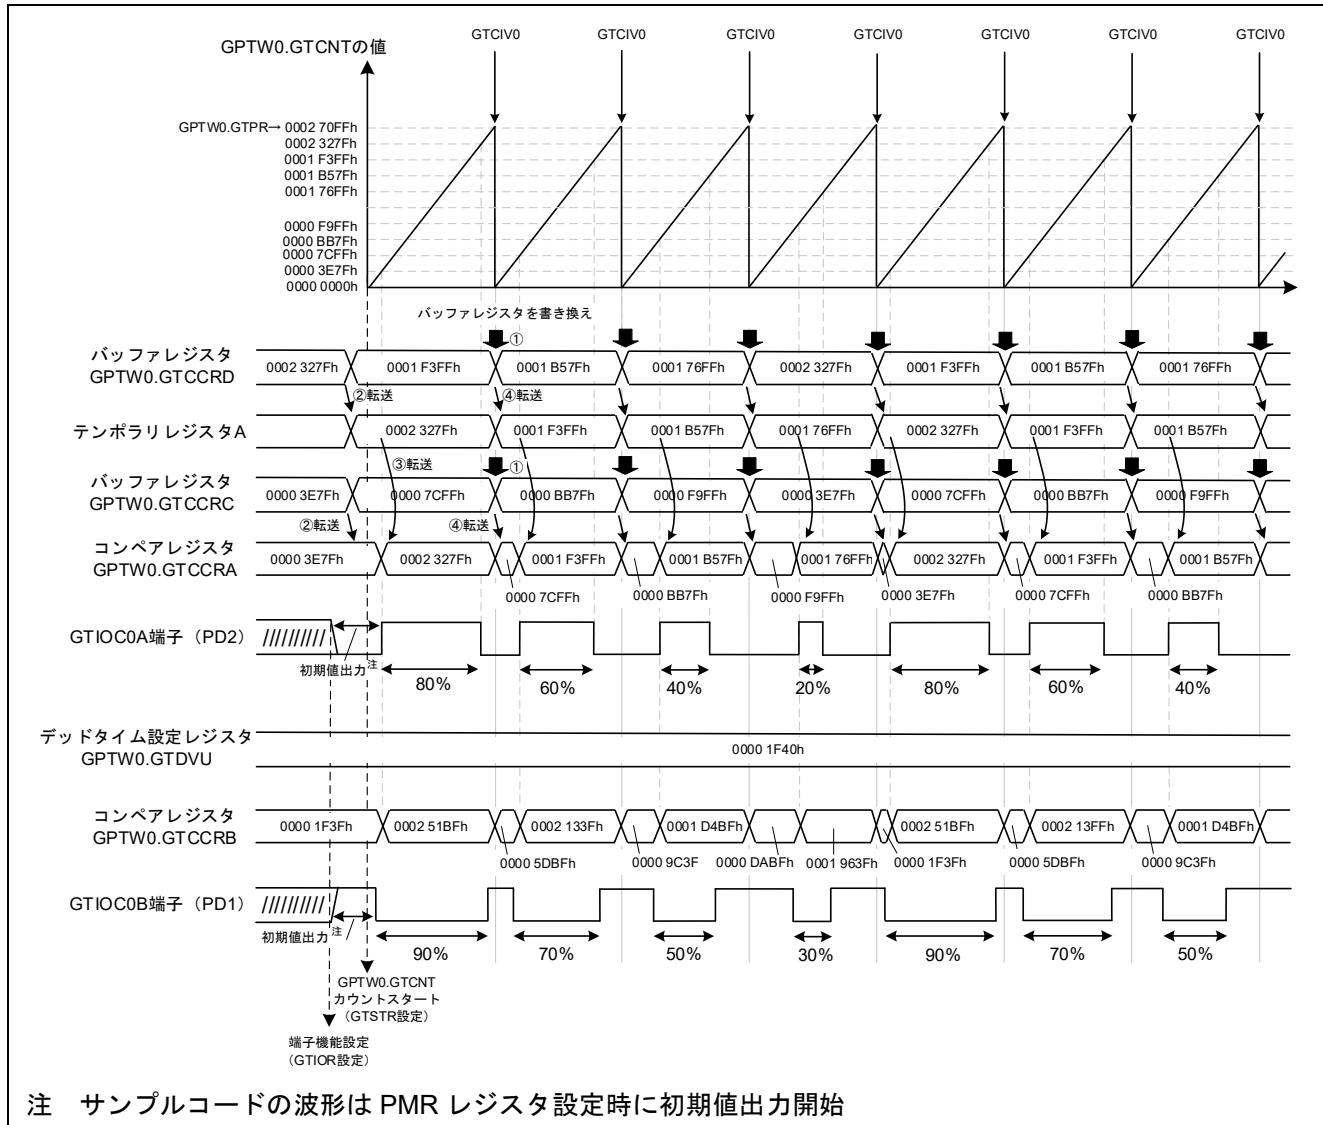

図 4-16 サンプルコードの動作
- デューティの変更タイミングの詳細は図 4-16 を参照
本サンプルコードの動作を図 4-16 に示します。周期ごとにデューティの設定を変更するため、GTCNT カウンタのオーバフロー割り込み (GTCIV0) でバッファレジスタ GTCCRC、GTCCRD の値を書き換えています (図 4-16 ①)。
本サンプルコードでは、スマート・コンフィグレータを使用し生成したコードのバッファレジスタ初期値はコンペアレジスタと同じ値が設定されます。そのため、カウント開始前にユーザ初期化関数 R_Config_GPT0_Create_UserInit にてバッファレジスタ値を設定しています。設定したレジスタ値は、強制バッファ転送により、バッファレジスタ GTCCRD からテンポラリレジスタ A へ転送、およびバッファレジスタ GTCCRC からコンペアレジスタ GTCCRA へ転送されます (図 4-16 ②)。
1. GTCCRA のコンペアマッチ発生時にテンポラリレジスタ A からコンペアレジスタ GTCCRA に転送されます (図 4-16 ③)。
2. GTCNT カウンタのオーバフロー発生時に、バッファレジスタ GTCCRD からテンポラリレジスタ A へ転送、およびバッファレジスタ GTCCRC からコンペアレジスタ GTCCRA へ転送されます (図 4-16 ④)。
また、デッドタイム期間は、図 4-16 の動作と同じ期間を一定に確保します。